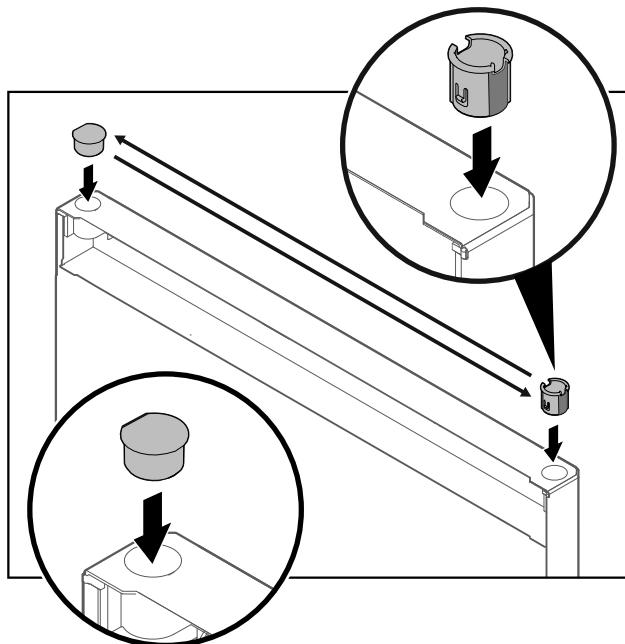

Fig. 27 Dvere chladničky
- ▶ Vytiahnite puzdro závesu Fig. 27 (1) prstami.
- ▶ Plochým skrutkovačom opatrne nadvihnite kryciu zátku Fig. 27 (2) a vytiahnite ju.